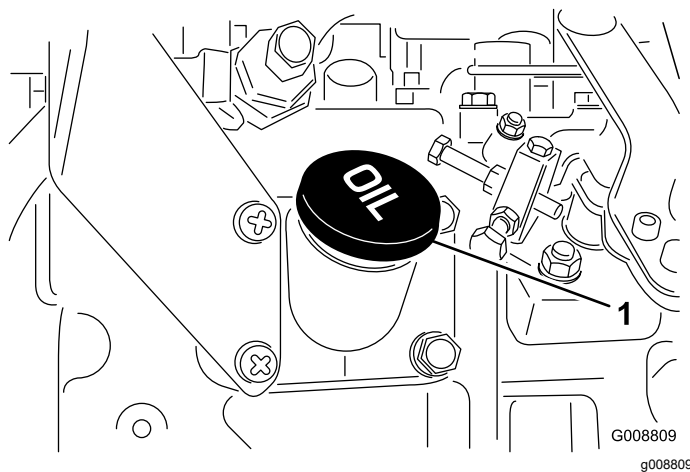

Figura 34
4. Si el nivel de aceite está por debajo del intervalo seguro, retire el tapón de llenado (Figura 34) y añada aceite hasta que el nivel llegue a la marca Full (lleno). **No llene demasiado.**